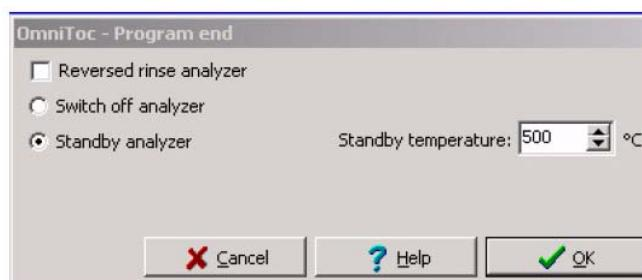

图33 OmniToc关闭和待机
当OmniToc关闭之后，可以切断电源（图33）。
**注意：**如果测试仪上连有自动进样器，可以在**Exit>Program End**（退出>结束程序）窗口选择**Reversed rinse analyzer**（反冲洗测试仪）从而在测试仪关闭之前将其激活（图33）。于是冲洗液容器中的溶液（HCl）会自动冲洗自动进样器。